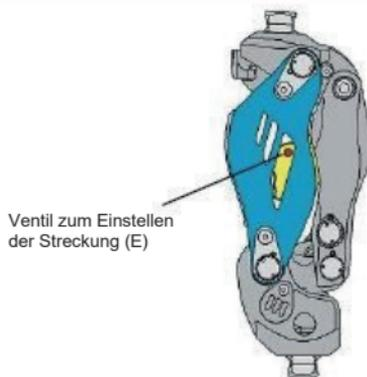
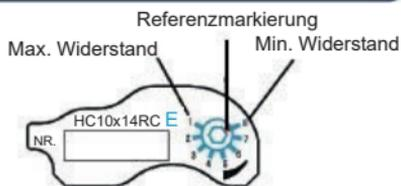

Fig. 13: Position des Ventils zum Einstellen der Streckung
Fig. 14: Skala des Ventils zum Einstellen der Streckung
Wenn der Endanschlag am Ende der Schwenkphase erfolgt, muss der Streckwiderstand eingestellt werden. Wie gezeigt in Fig. 13 befindet sich das Ventil zur Einstellung der Streckung (E) vom Benutzer aus gesehen links. Wie gezeigt in Fig. 14 ist die Skala von „1“ bis „8“ abgestuft. „1“ entspricht dem höchsten hydraulischen Widerstand und „8“ dem niedrigsten.